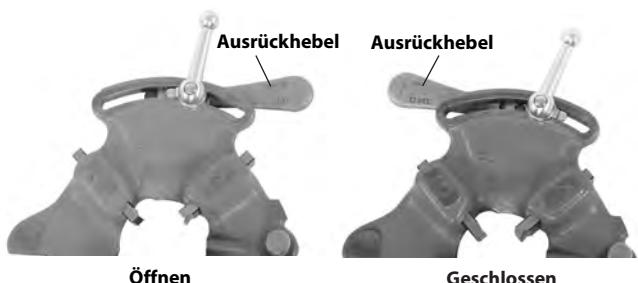

Abbildung 4 – Geöffnete/geschlossene Hebelposition
- Bewegen Sie den Ausrückhebel in die GEÖFFNETE Position (Abbildung 4).